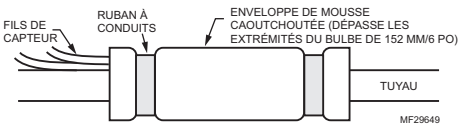

Fig. 2. Couvrir le bulbe et le tuyau avec l'isolant.
- 3. U besoin, couvrir le bulbe d'isolant et s'assurant qu'il dépasse des extrémités du bulbe d'au moins 152 mm (6 po). Voir la Fig. 2.
- 4. Fixer l'isolant à l'aide de ruban à conduits ou de ruban métallique. Voir la Fig. 2.